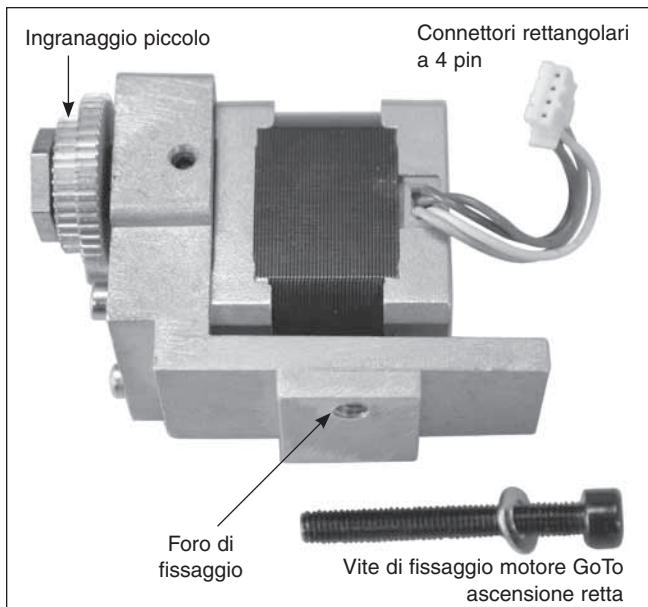
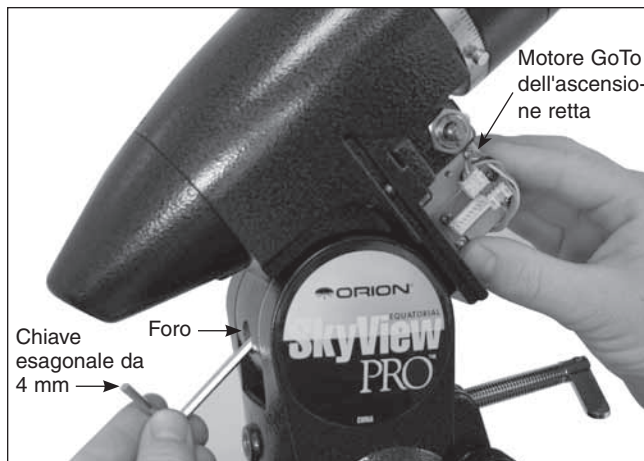

Figura 3. Gruppo del motore GoTo dell'ascensione retta
Figura 4. Fissaggio del motore GoTo dell'ascensione retta
- Il gruppo del motore GoTo dell'ascensione retta è identificato dal connettore rettangolare a 4 pin fissato al corpo motore (**Figura 3**). Il motore sarà fissato alla montatura con una vite a brugola da 40 mm che passa attraverso il foro nella parte posteriore della montatura equatoriale, appena sopra la vite a L posteriore per la regolazione della latitudine (**Figura 4**). Si consiglia di rimuovere la vite a L posteriore per la regolazione della latitudine durante l'installazione del motore GoTo dell'ascensione retta. Posizionare una delle rondelle da 10 mm sulla vite di fissaggio del motore dell'ascensione retta. Infilare la testa della vite di fissaggio del motore dell'ascensione retta in una chiave esagonale da 4 mm e spingerla verso l'alto attraverso il foro nella parte posteriore della montatura equatoriale (**Figura 4**). Tenere l'unità GoTo dell'ascensione retta in mano per allineare il foro filettato con la vite mentre esce dall'altra estremità del foro. Avvitare la vite nel foro filettato del gruppo del motore dell'ascensione retta fino al fissaggio, ma non stringere eccessivamente. Sarà necessario apportare piccole modifiche alla posizione del motore nei seguenti passaggi.